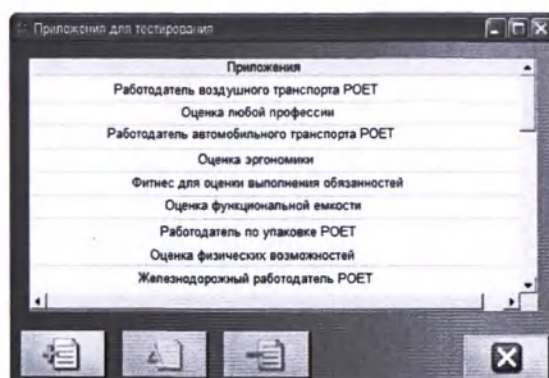

Рисунок 2-38. Массив данных приложений для тестирования
2. ПРИЛОЖЕНИЯ ДЛЯ ТЕСТИРОВАНИЯ (РИСУНОК 2-38)